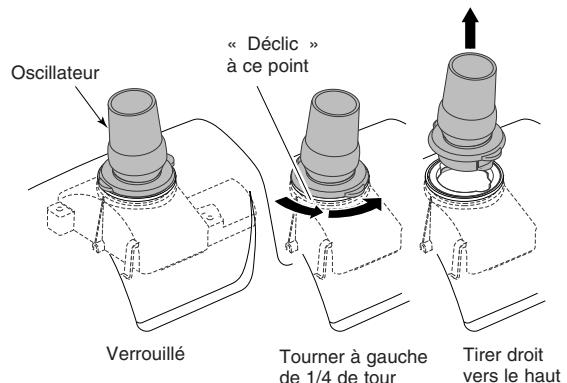

Figure 19
1. l'oscillateur (Figure 19) du nettoyeur en le tournant de ? de tour à gauche et en tirant dessus.